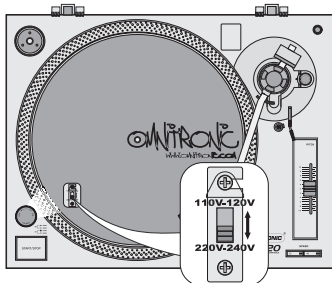

Abb. 7: Spannungswahl
2. Stecken Sie den Netzstecker in eine Steckdose (230 V AC, 50 Hz ~). Das Gerät lässt sich auch mit 115 V AC, 60 Hz ~ betreiben. Dazu den Spannungswahlschalter unter dem Plattenteller auf die obere Position 110-120 V stellen (Abb. 7).